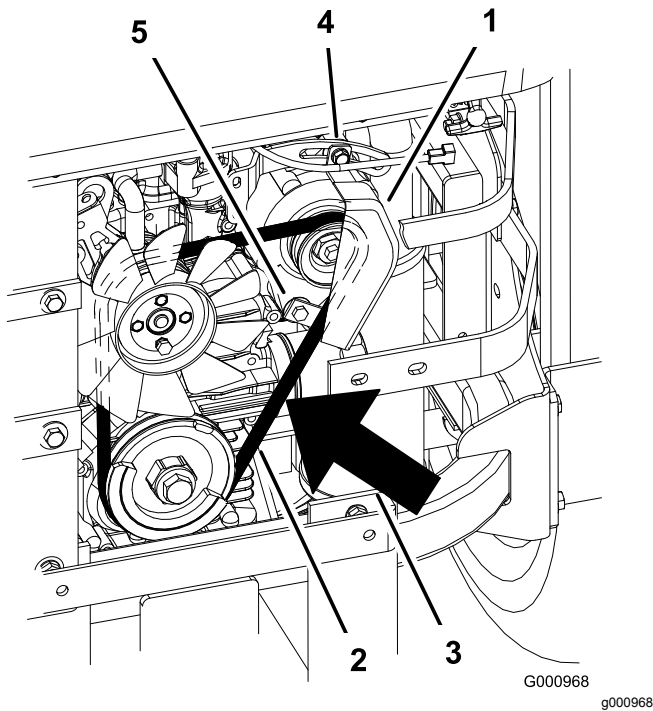

Figure 83
7. Desserrez le boulon inférieur et retirez le boulon de fixation supérieur de l'alternateur et du couvercle (Figure 83).
9. Installez une courroie neuve autour des poulies et de l'alternateur (Figure 83).
14. Serrez le boulon inférieur et vissez le boulon de fixation supérieur de l'alternateur et du couvercle (Figure 83).
2. Réglez l'alternateur vers l'extérieur jusqu'à ce que la courroie présente une flèche de 7 à 9 mm ($\frac{1}{4}$ à $\frac{11}{32}$ po) quand une force de 10 kg (22,1 lb) est exercée entre les poulies du moteur et de l'alternateur (Figure 83).
5. Si la flèche est correcte, serrez les boulons inférieur et supérieur (Figure 83).